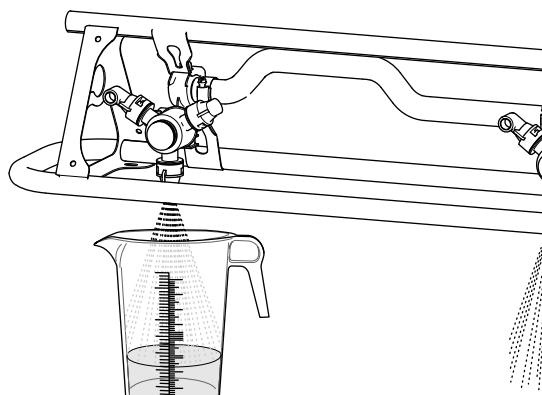

図 51
- 車両から散布されている間ずっと、ひとつのノズルから散布される水を回収する図 51。